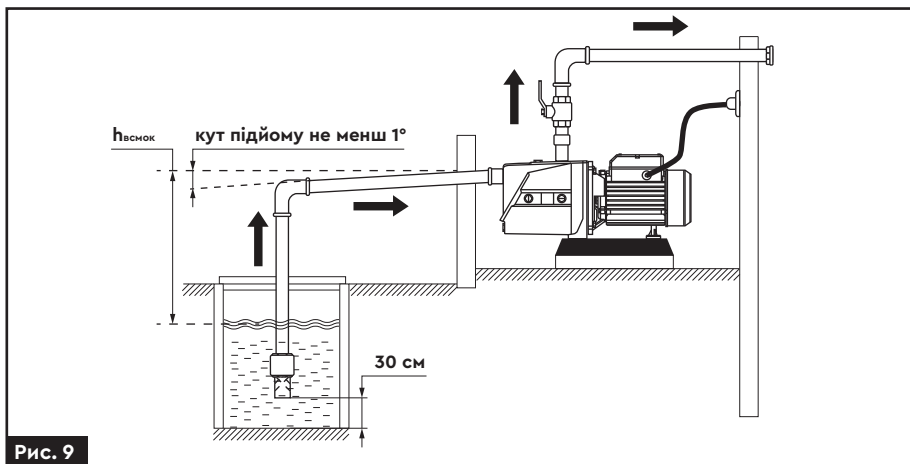

Рис. 9
- Для запобігання потрапляння піску і каміння в насосну частину, встановіть зворотний клапан з фільтром грубого очищення, вертикально на відстані 30 см від дна водного резервуару (**рис. 9**).
- › Необхідно забезпечити безперервний кут підйому труби від джерела водозабору до насоса (не менше 1°) для виключення скупчення повітря та утворення повітряних пробок (рис. 9).